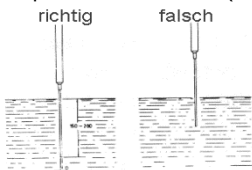

Abb. 7
- Quando si misura la temperatura con altre sonde di tipo K in liquidi o contenitori chiusi, immergere o inserire la sonda di temperatura il più possibile per ottenere una misurazione accurata della temperatura (Fig. 7).